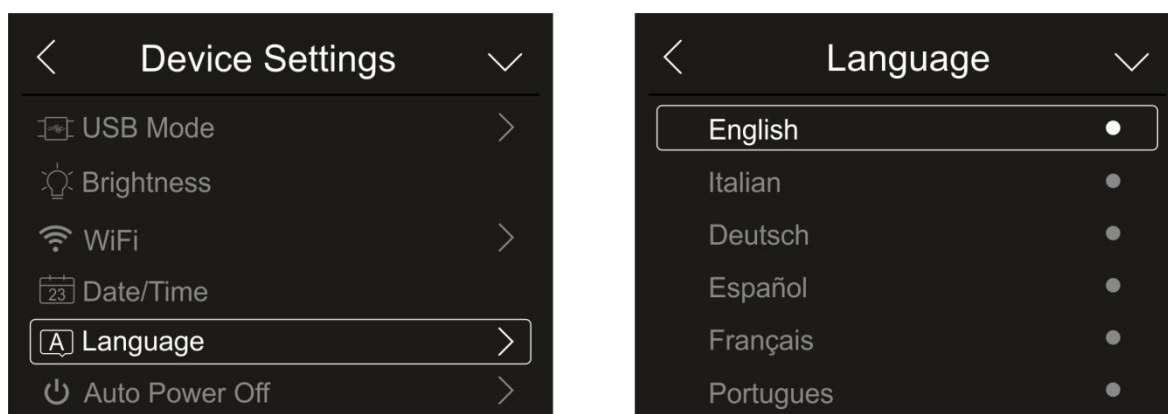

Fig. 17: Sélection de la langue du système
1. Touchez l'élément «Language» pour définir la langue du système. La page-écran de la Fig. 17 – partie droite s'affiche à l'écran :